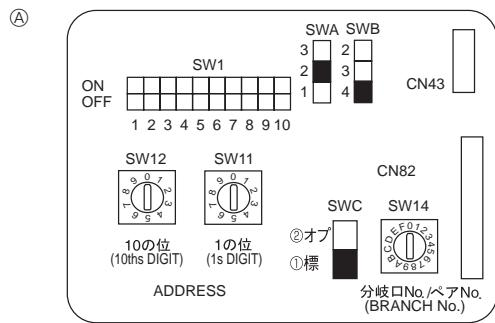

Fig. 4-4
4.5. Configuration des adresses (Fig. 4-4)
4.6. Réglage des interrupteurs pour différentes hauteurs de plafond (Fig. 4-4)
4.7. Détection de la température ambiante à l'aide du capteur intégré de la commande à distance (Fig. 4-4)